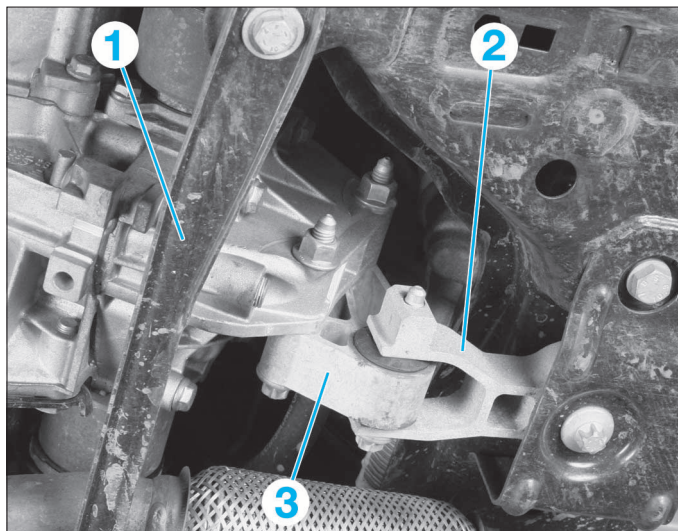
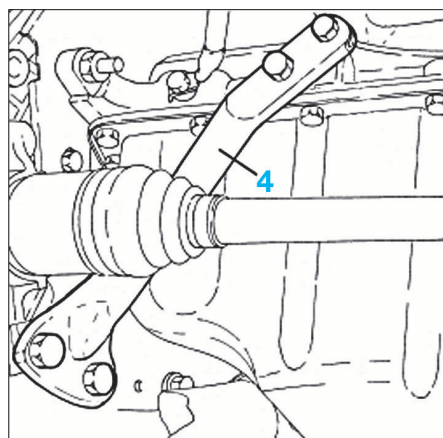

FIG. 1
FIG. 2
- Déposer le renfort (1) de train avant sous le moteur (Fig.1).
- le tirant anti-basculement (2).
- l'étrier (3) du tirant sur la boîte de vitesses.
- le renfort (4) entre le carter moteur et celui de la boîte de vitesses (Fig.2).